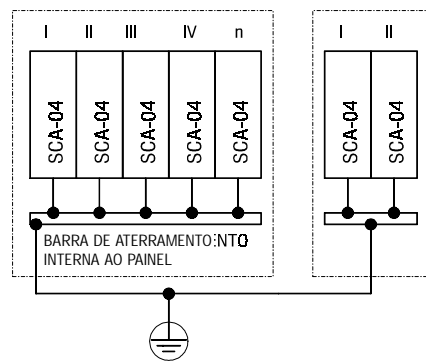

FIGURA 3.5 - Conexões de aterramento de um servoconversor
- 5) Os servoconvertores devem ser obrigatoriamente aterrados a um terra de proteção (PE). A conexão de aterramento deve seguir as normas locais. Utilize no mínimo a fiação com a bitola indicada na tabela 3.1. Conecte a uma haste de aterramento específica ou ao ponto de aterramento geral (resistência < 10 ohms). Não compartilhe a fiação de aterramento com outros equipamentos que operem com altas correntes (ex: motores de alta potência, máquinas de solda, etc.). Quando vários servoconvertores forem utilizados observe a figura 3.5;